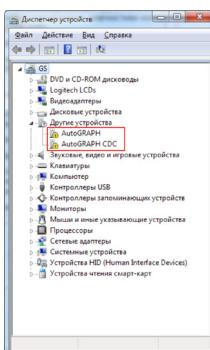

Рис.1.
- Снимите съемную крышку дополнительного отсека, открутив 2 винта (Рис.1).
**1.** Подключите модуль «АвтоГРАФ-GSM-Drive» к ПК, используя интерфейсный кабель USB AM – USB miniB 5 pin. Система автоматически найдет новое оборудование (Рис.1).